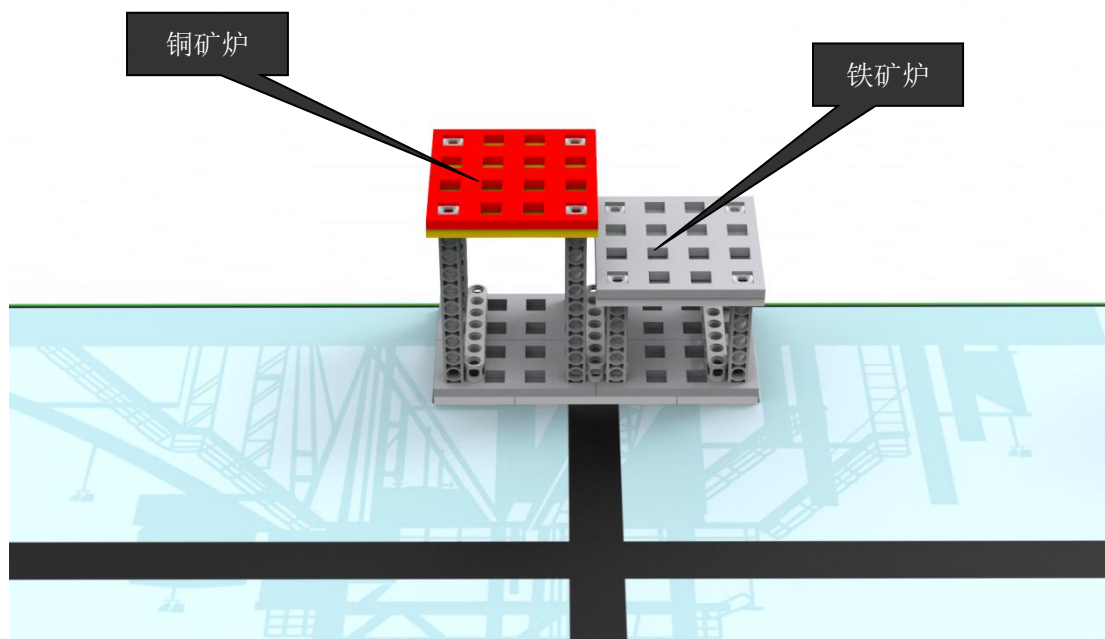

图 7 冶炼炉模型
2.7.1 二层场地上的冶炼炉模型上，红色为铜矿炉、灰色为铁矿炉，如图7所示。